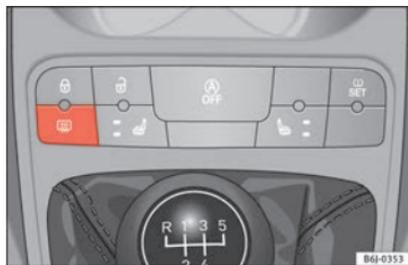

Abb. 136 Mittelkonsole: Schalter für Heckscheibenbeheizung.
- Drücken Sie den Schalter für die Spiegelheizung  » » » **Abb. 136**.